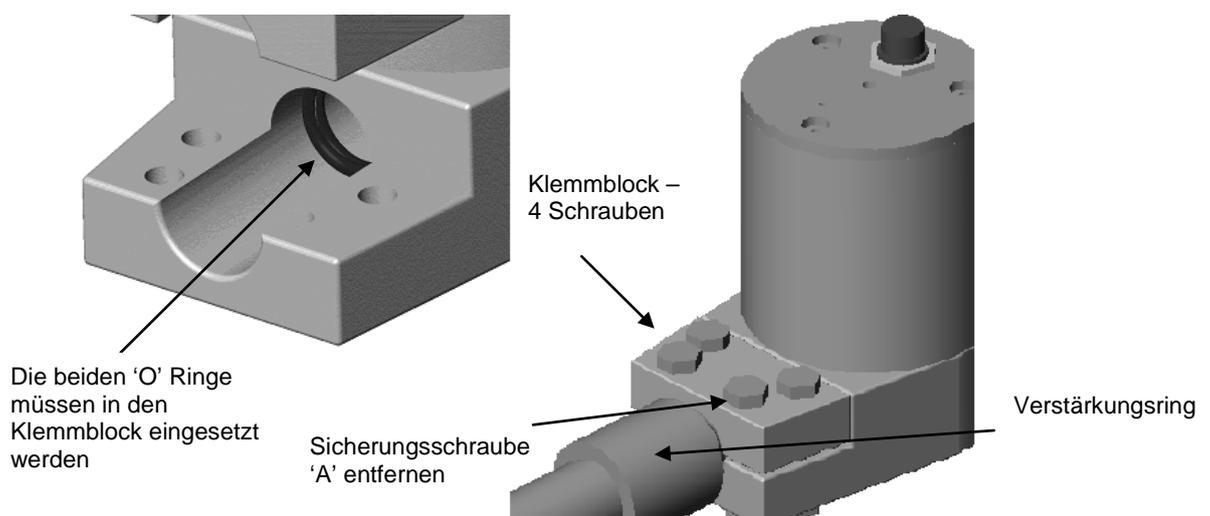

Abbildung 2 – Montage von Sensorarm und Sensorgehäuse
Ein zusätzliches Merkmal des längeren Sensorarms (700mm) ist der Verstärkungsring der über den Arm gestreift wird (siehe Abbildung 2) Dadurch wird der Arm robuster.
- Die 4 Klemmschrauben am Elektronikgehäuse lösen und die Sicherungsschraube (A) entfernen.
- Die beiden 'O' Ringe einsetzen. Diese müssen im Klemmblock gegen die Stufen geschoben werden (siehe Abbildung 2)